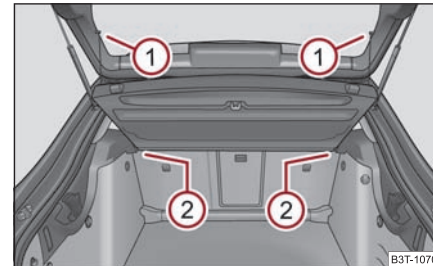

Abb. 95 Ausbautung der Gepäckraumabdeckung
- Hängen Sie die Haltebänder an der Gepäckraumklappe aus ① ⇒ Abb. 95.
- Ziehen Sie die Abdeckung aus der Halterung ② horizontal nach hinten heraus.
- Beim Wiedereinbau schieben Sie zuerst die Gepäckraumabdeckung in die Halterung ② und hängen dann die Haltebänder ① an der Gepäckraumklappe ein.